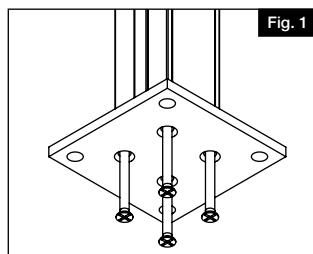
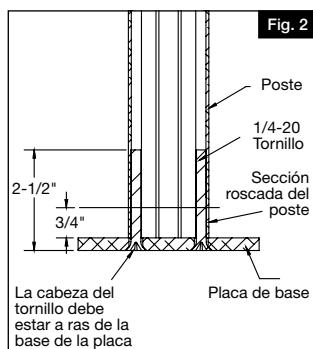

Fig. 1
Fig. 2
Installer les plaques de base sur le bas des poteaux. Localiser le bas du poteau avec des trous prépercés, puis fixer la plaque de base à cette extrémité. A l'aide d'un embout Phillips no 3, visser la plaque de base au bas du poteau à travers les (4) trous de vis (Fig. 1). Les poteaux sont partiellement enfilés à une extrémité du poteau ( $\frac{3}{4}$  po/19mm). Lors de la fixation des vis, on sentira une résistance au niveau de la marque de  $\frac{3}{4}$  po (19 mm) pour un ajustement plus serré et plus sûr. Enfoncer les vis jusqu'à ce qu'elles soient à fleur de la plaque (Fig. 2).
Instale las placas base en la parte inferior de los postes. Ubique el poste inferior con los agujeros pretrouquelados y fije la placa inferior a ese extremo. Utilizando la punta de desarmador cuadrada #3, atornille la placa base a la parte inferior del poste a través de los (4) salientes para tornillos (Fig. 1). Los postes están parcialmente roscados en uno de sus extremos ( $\frac{3}{4}$ "). Al instalar los tornillos, sentirá resistencia en la marca de  $\frac{3}{4}$ " para un ajuste más firme y seguro. Instale los tornillos hasta que queden al ras con la placa (Fig. 2).